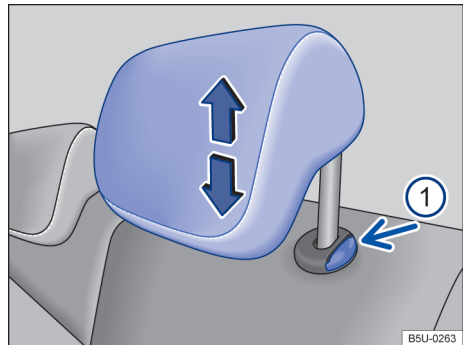

Fig. 69 Apoios para cabeça traseiros: desinstalar.
- Pressionar o botão → Fig. 69 (B) no sentido da seta. Retirar o apoio para cabeça com o botão pressionado.
- Empurrar o apoio para cabeça para baixo com o botão → Fig. 69 (B) pressionado.